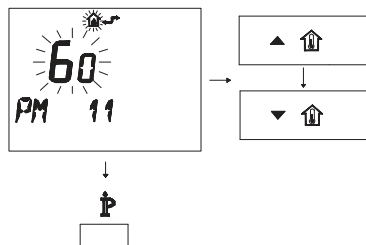

Figura 5.57
- Para modificar el punto de consigna programado, use los botones  or  and espere a que el número programado comience a parpadear (Figura 5.57). Cada paso de aumento o reducción equivale a